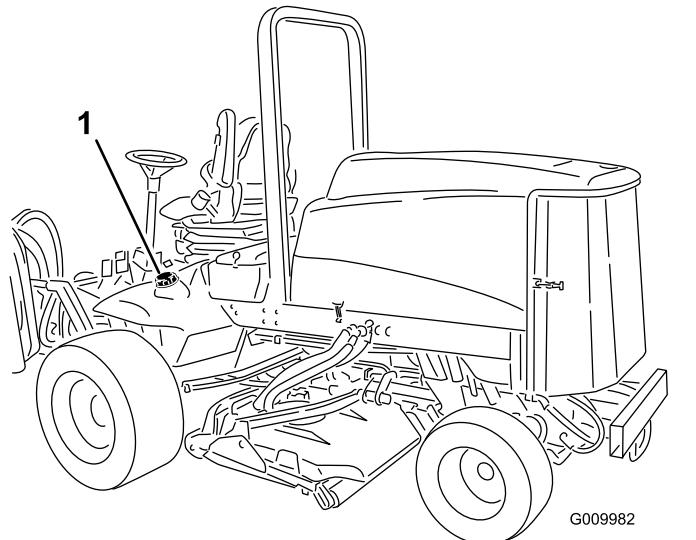

Bild 14
1. Schrauben Sie den Tankdeckel ab (Bild 14).